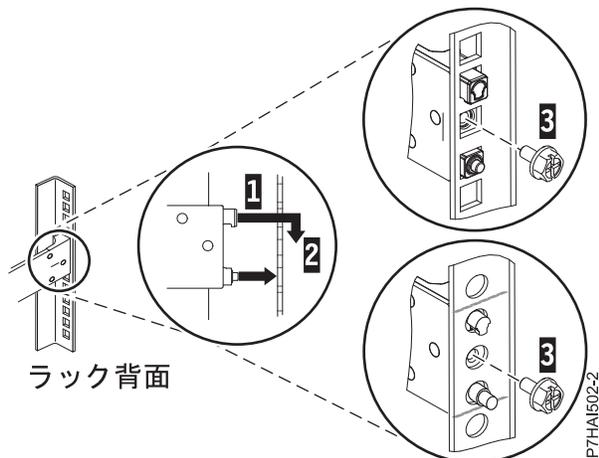

図3. ラック背面の穴へのピンの位置合わせおよび噛み合わせ
(1)、スライド・レールを下方に下げて (2) 上部のピンのフック機構を噛み合わせます。詳しくは、図3を参照してください。次のステップに進む前に、2本のピンがラックの穴から出ていることを確認してください。